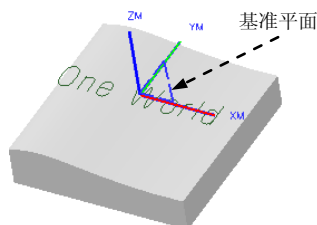

图 4.9.3 创建安全平面
Step4. 创建安全平面。在 **间隙** 选项区域的 **安全设置选项** 下拉列表中选择 **平面** 选项，单击“指定安全平面”按钮 ，然后在“平面构造器”对话框 **偏置** 文本框中输入值 5.0，单击“平面构造器”对话框中的 **确定** 按钮，完成图 4.9.3 所示的安全平面的创建，系统返回到“Mill Orient”对话框，单击 **确定** 按钮。